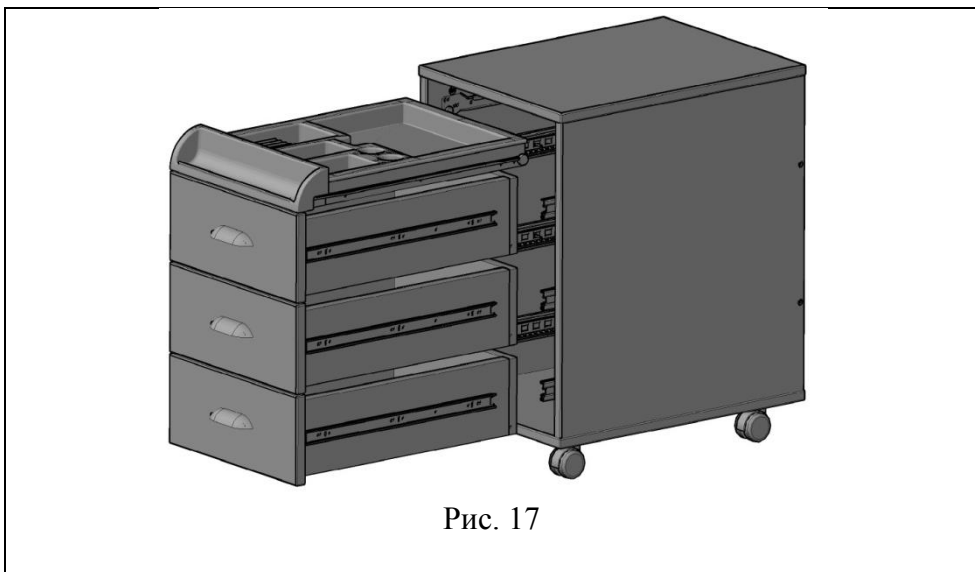

Рис. 17
4.3.1. В корпус тумбочки (сборка по п. 4.1.10.) вставить ящики (сборка по п. 4.2.5.), верхний ящик (поз. 1). (См. рис. 17).